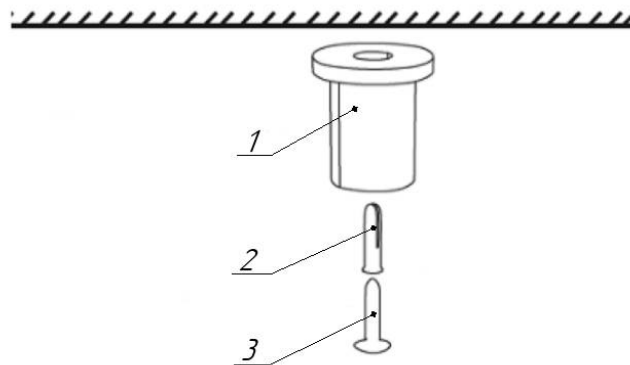

Рисунок 2 - Схема установки подвесов светильника
5.3.1. Проделайте отверстия в потолке и прикрутите крепежную часть троса (см. рисунок 2).